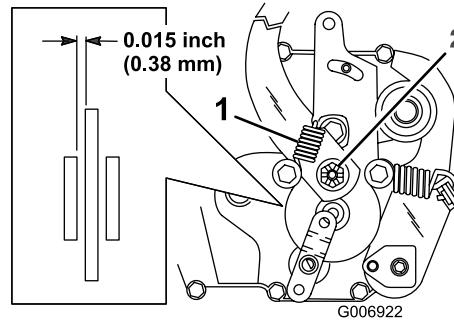

Figura 32
El freno de estacionamiento está la parte derecha del eje trasero, dentro de la rueda trasera. (Figura 32). Si el freno de estacionamiento no inmoviliza la máquina, ajústelo.
2. Retire el muelle del brazo del freno (Figura 32).
3. Retire el pasador que fija la tuerca de ajuste del freno y afloje un poco la tuerca (Figura 32).
4. Inserte una galga de 0,38 mm entre el disco de freno y la pinza de freno (Figura 32).